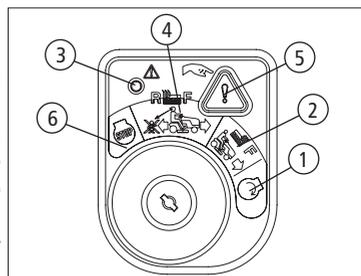

Fig. 20
- Gire a chave do modo normal de corte (2) cor verde, para a posição modo de precaução em marcha ré (4) cor amarela, [Fig. 20].
- Pressione o botão de marcha ré (5), botão laranja e triangular, posicionado no canto superior direito do módulo de ignição. A luz de indicação vermelha (3) localizada no canto esquerdo do módulo de ignição ficará ligada enquanto ativado.
- Uma vez ativada a luz de indicação (3), o equipamento pode ser conduzido em ré com as lâminas de cortes acionadas.
- Sempre olhe para baixo e para trás antes e enquanto conduzir em ré para certificar-se da presença de crianças próximas da área. Após retornar para o sentido de avanço para frente, retorne a chave para o modo normal de corte (2).
- A chave for retornada para o modo normal (2) ou para a posição parado (6), [Fig. 20, pág. 17].